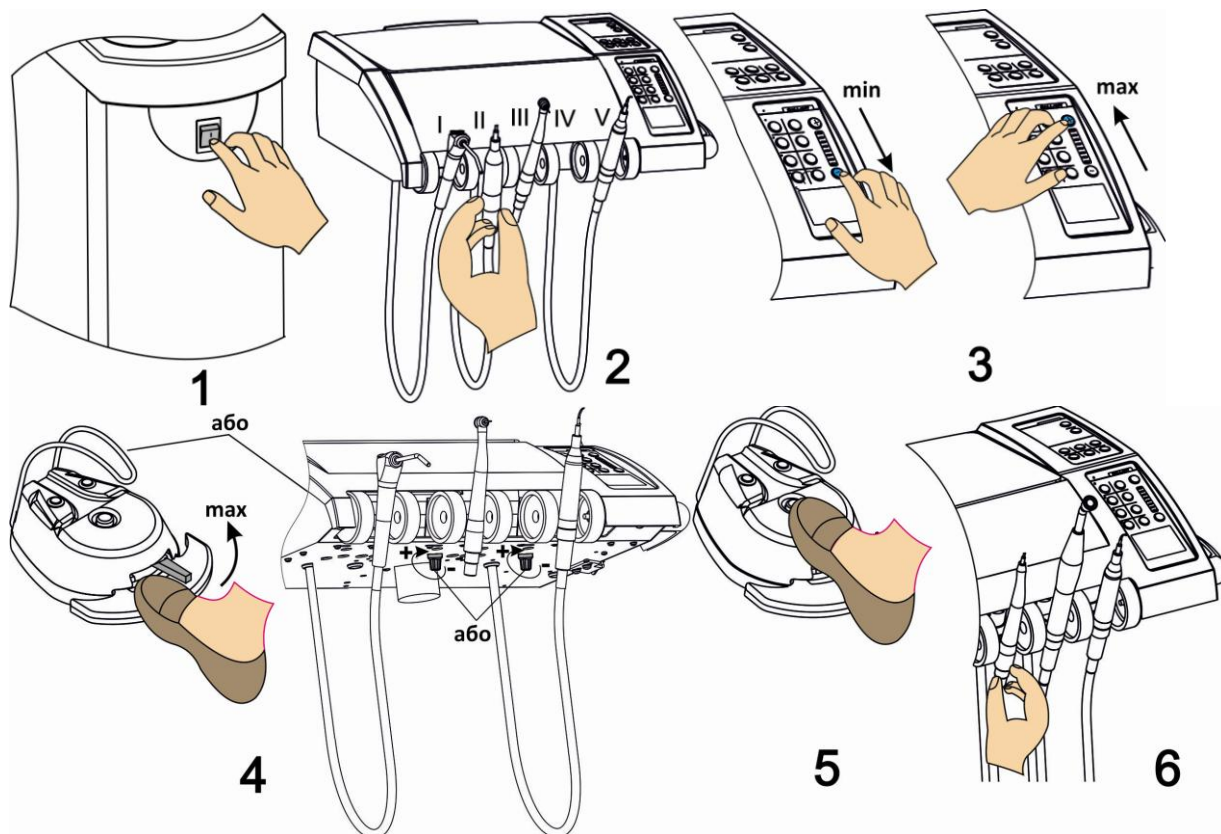

Рисунок 5.3.1.1 Налаштування частоти обертання мікромотора в нормальному режимі
1. Увімкніть живлення стоматологічної установки. При цьому на блоці лікаря встановлюється нормальний режим роботи (див. Рисунок 5.3.1.1).